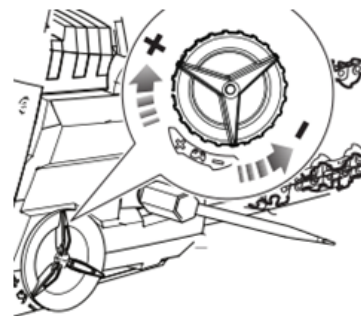

Fig. 12
- Eliminar cualquier holgura en la cadena girando el tensor en el sentido de las agujas del reloj hasta que la cadena se asiente de manera ajustada sobre la barra con los eslabones impulsores en la ranura de la barra. (Fig. 12)